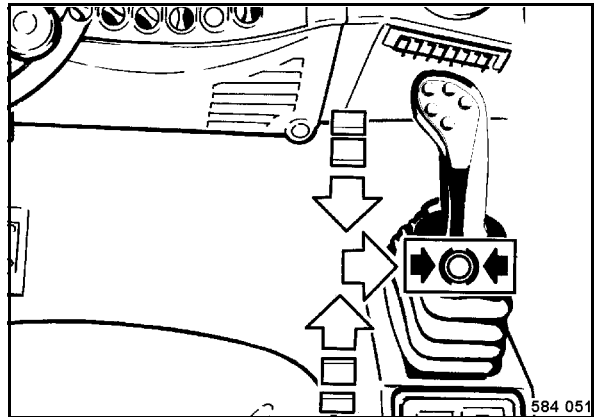

Fig. 63
- Desplazar la palanca de marcha (Fig. 63) poco a poco a posición "neutral", y encajarla hacia la derecha en posición de freno.